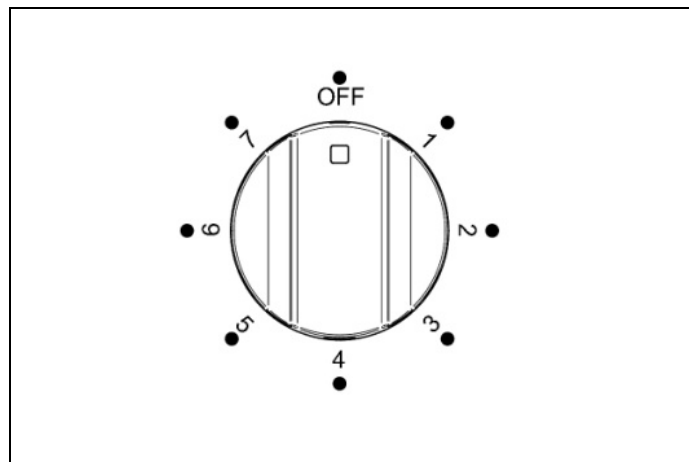
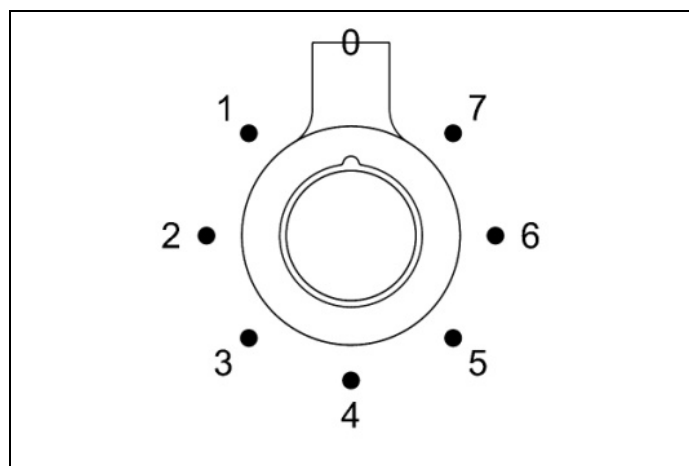

Fig. 20
Fig. 21
- 2) Ruotare in posizione 7 la manopola di controllo grill (Fig. 20 e Fig. 21) in senso orario per arrivare al massimo della potenza. La luce rossa del termostato si illuminerà. Per ottenere un miglior risultato è necessario preriscaldare il grill per 3-5 minuti.